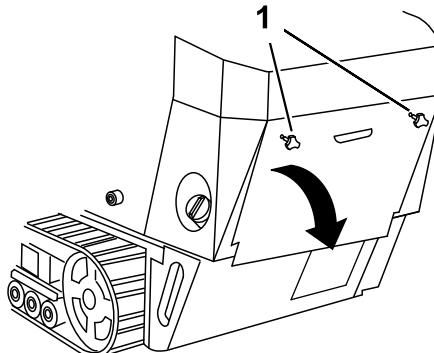

Figura 26
1. Svitate le 2 manopole che fissano il coperchio di accesso posteriore alla macchina (Figura 26).
2. Incline il coperchio di accesso posteriore verso il basso per accedere ai componenti interni (Figura 26).